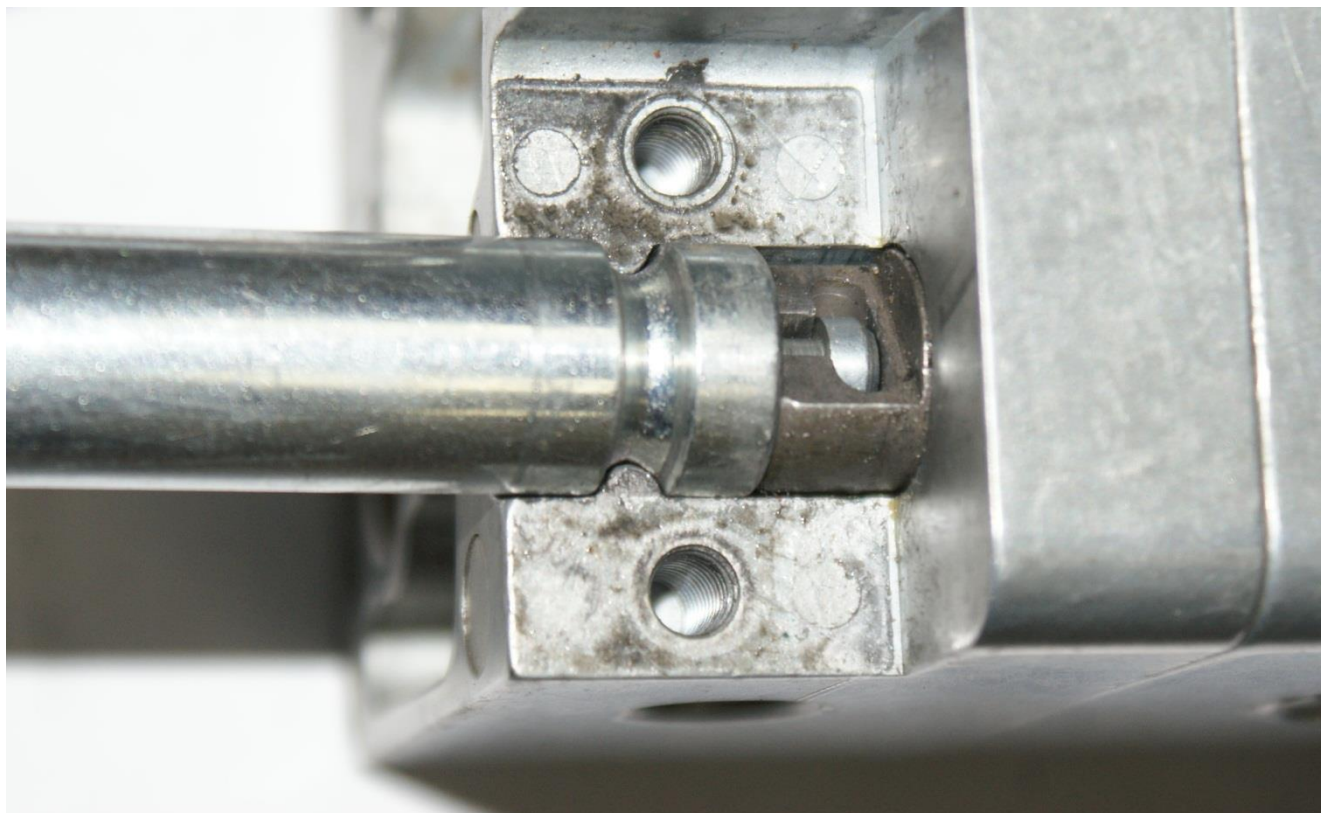

Рисунок 2.20
– установить хвостовик троса в паз оси. Наконечник рубашки, в котором передвигается трос, должен попасть кольцевой проточкой в буртик в теле джойстика, (рис. 2.20);